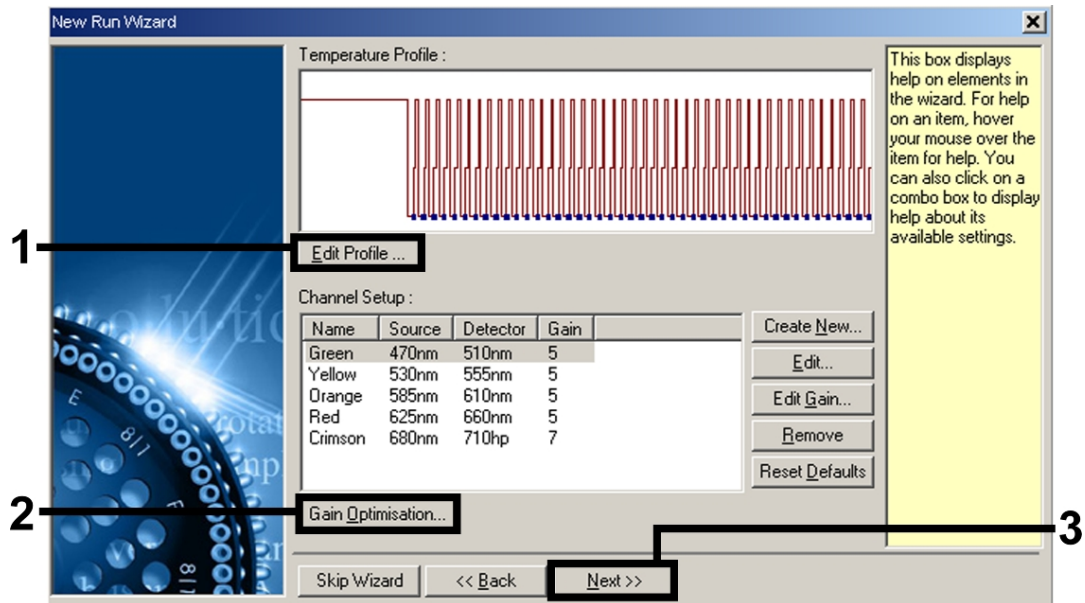

Figura 6. Edição do perfil.
8. Clicar no botão “Edit Profile” (Editar perfil) na caixa de diálogo seguinte do “New Run Wizard” (figura 6) e programar o perfil de temperatura conforme se mostra nas figuras 6–8).
9. O intervalo de detecção dos canais de fluorescência tem de ser determinado de acordo com as intensidades de fluorescência nos tubos de PCR. Clicar em "Gain Optimisation" (Otimização de ganho) na caixa de diálogo "New Run Wizard" (ver figura 6) para abrir a caixa de diálogo "Auto-Gain Optimisation Setup" (Configuração da otimização automática de ganho). Definir a temperatura de calibração para 55 para igualar a temperatura de hibridização do programa de amplificação (figura 9).